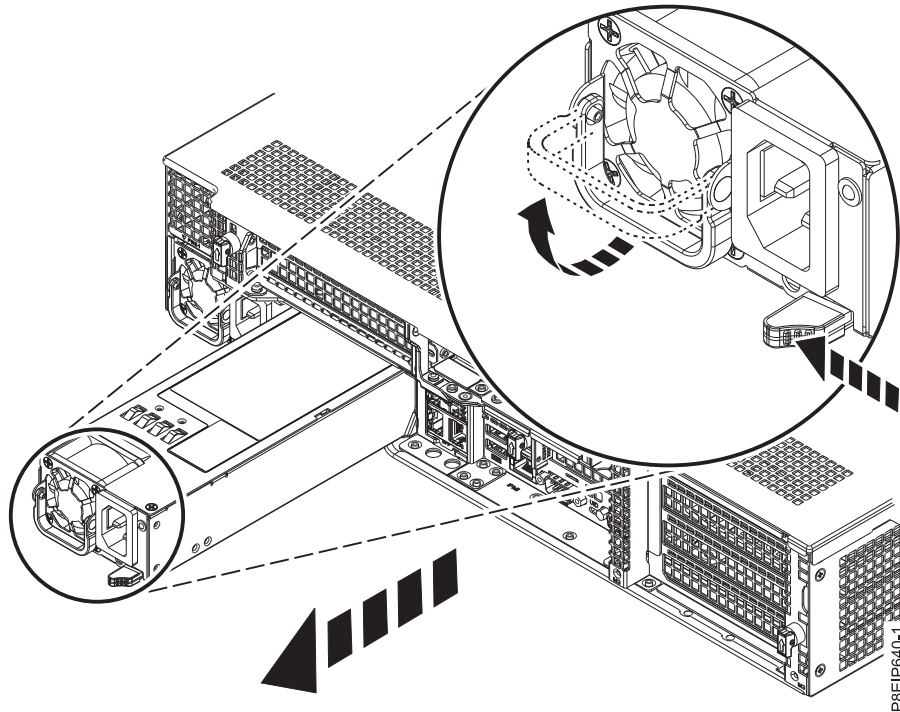

Figura 55. Extracción de una fuente de alimentación del sistema
- a. Para desenganchar la fuente de alimentación de su posición en el sistema, presione la pestaña de sujeción hacia la izquierda, como se muestra en la Figura 55.